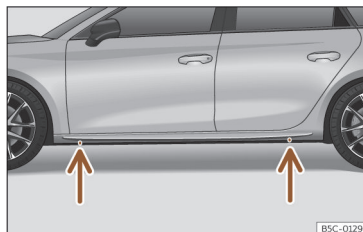

Fig. 236 Points de prise du cric.
- Recherchez sur le bas de caisse la marque du point d'appui du cric (zone renforcée) le plus proche de la roue à changer >>> **fig. 236**.